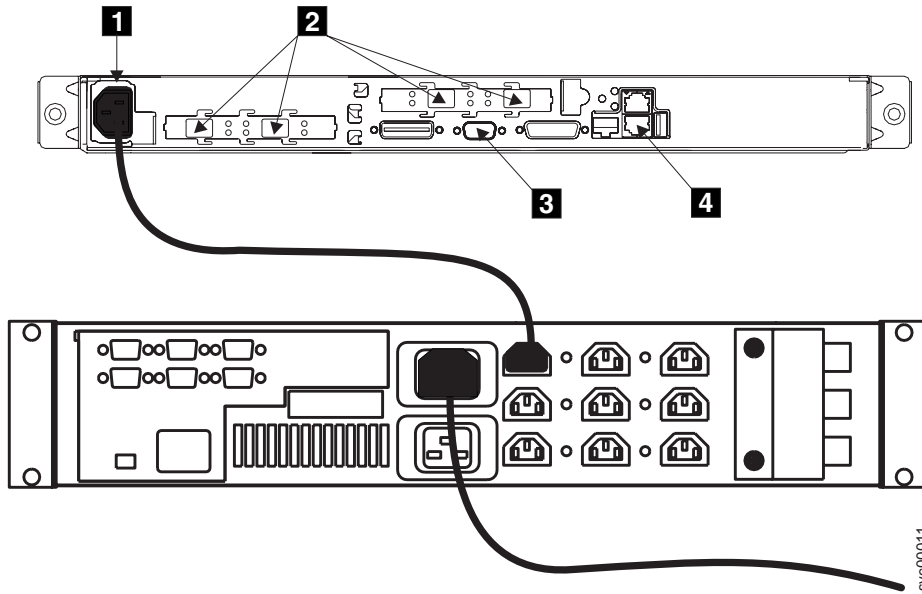

Abbildung 3. Netzkabel- und Signalanschlussbuchsen für den SAN Volume Controller und die unterbrechungsfreie Stromversorgung 5125
2. Stellen Sie sicher, dass das Netzkabel an die unterbrechungsfreie Stromversorgung 5125 angeschlossen ist. Stellen Sie zudem sicher, dass das andere Ende des Netzkabels von der unterbrechungsfreien Stromversorgung 5125 zu dem Verteilungspunkt im Rack angeschlossen ist. In Abbildung 3 werden die Anschlüsse für den SAN Volume Controller und die unterbrechungsfreie Stromversorgung 5125 gezeigt. Der Netzkabelanschluss ist in der Abbildung mit 1 gekennzeichnet.